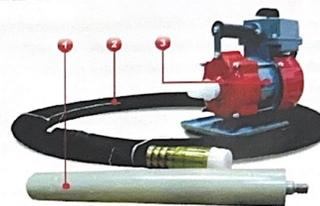

Рис.1 Вибратор электромеханический глубинный ручной с гибким валом AYGER APV51-6/PV-51-6/PV-51 (рабочий комплект):
5.1. В рабочий комплект вибратора каждой модели входит вибронаконечник 1 (рис. 1), гибкий вал 2 и электродвигатель 3.